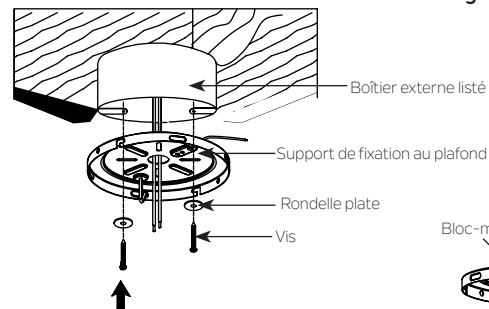

Fig. 5
Étape 2. Avant de fixer le ventilateur au boîtier externe (non inclus), assurez-vous que le boîtier externe est solidement fixé en au moins deux points à un élément du plafond structurel (un boîtier mal fixé fera vaciller le ventilateur). Faites passer les fils d'alimentation de 120 volts de la boîte externe au plafond par le centre du support de montage au plafond. Installez le support de montage sur le boîtier externe au plafond en utilisant les vis et les rondelles fournies avec le boîtier externe, (Fig. 5)